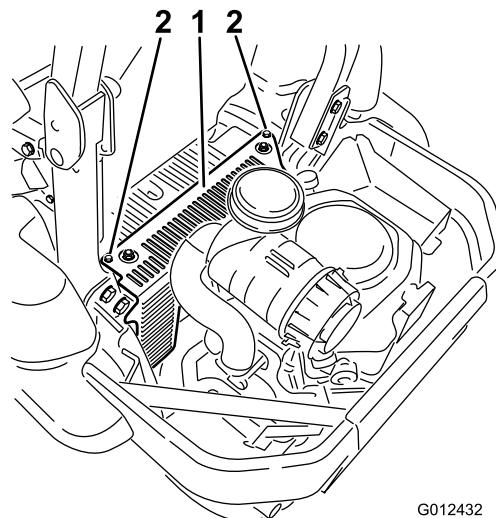

Figura 48
3. Retire la cubierta de la unidad hidráulica y los 2 pernos que están sujetos a la misma (Figura 48). Así tendrá acceso a la bujía delantera.
- Instale la cubierta de la unidad hidráulica izquierda (Figura 48).